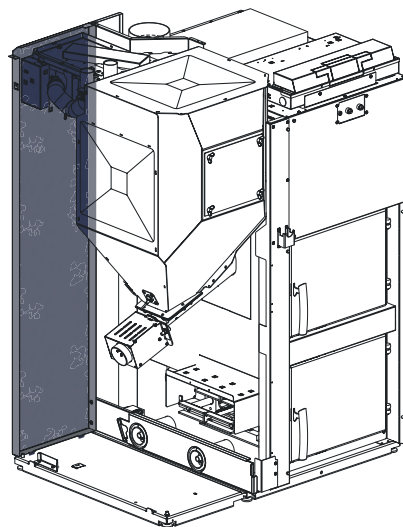
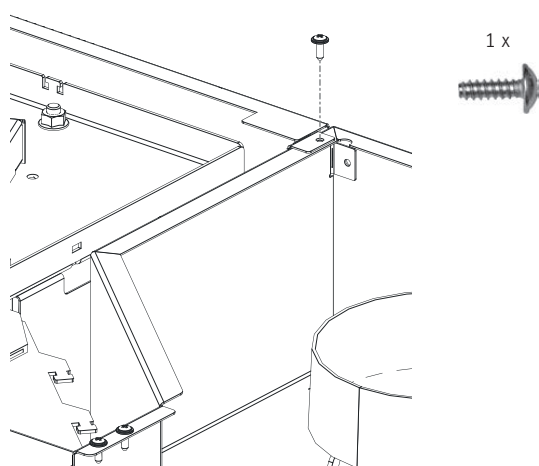

Fig. 64 Agganciare in basso la parete posteriore
Fig. 65 Avvitare la parete posteriore in alto con 1 vite autofilettante
- ▶ Agganciare in basso la parete posteriore (Fig. 64) e avvitarla in alto con 1 vite autofilettante – Fig. 65.